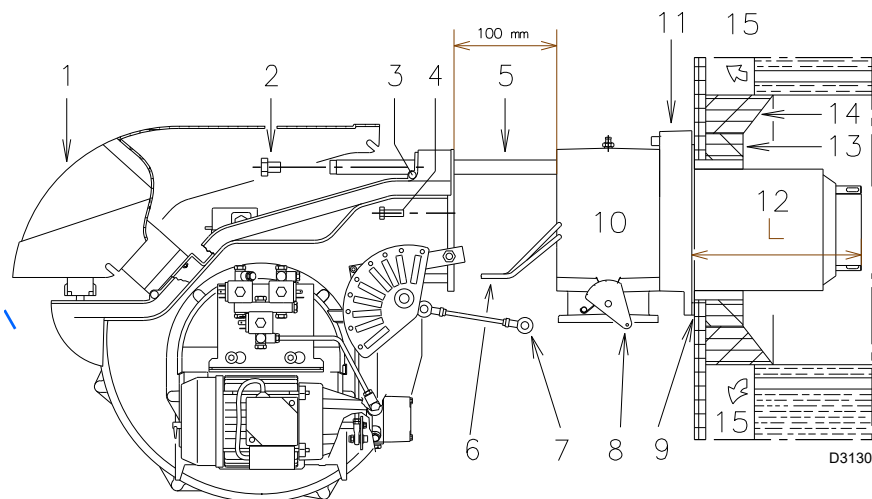
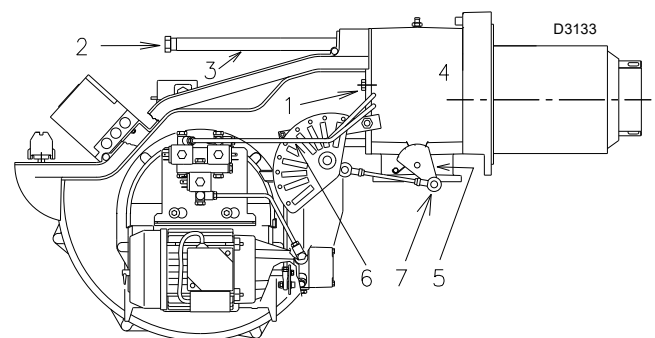

Fig. 14
Fig. 19
Per le caldaie con giro dei fumi anteriore 15)(Fig. 14 a pag. 19), o con camera ad inversione di fiamma, eseguire una protezione in materiale refrattario 13), tra refrattario caldaia 14) e boccaglio 12).
Per le caldaie con il frontale raffreddato ad acqua non è necessario il rivestimento refrattario 13)-14)(Fig. 14 a pag. 19), se non vi è espressa richiesta del costruttore della caldaia.
Separare la testa di combustione dal resto del bruciatore, Fig. 14:
- scollegare i tubi del gasolio svitando i due raccordi (6).
- Sganciare lo snodo (7) dal settore graduato (8).
- Allentare le 4 viti (3) e togliere il cofano (1).
- Togliere le viti (2) dalle due guide (5).
- Togliere le due viti (4) ed arretrare il bruciatore sulle guide (5) per circa 100 mm.
- Disinserire i cavi degli elettrodi e quindi sfilare del tutto il bruciatore dalle guide. Fissare il manicotto con flangia (11)(Fig. 14) alla piastra della caldaia interponendo lo schermo isolante (9)(Fig. 14) dato a corredo.
Rimontare il bruciatore sulle guide 3)(Fig. 19) a circa 100 mm dal manicotto 4)(Fig. 19); vedi bruciatore nella posizione illustrata dalla Fig. 14.
Inserire i cavi degli elettrodi e quindi far scorrere il bruciatore fino al manicotto, bruciatore nella posizione illustrata dalla Fig. 19.
Rimettere le viti 2) sulle guide 3)(Fig. 19).
Fissare il bruciatore al manicotto con le viti 1)(Fig. 19).
Ricollegare i tubi del gasolio avvitando i due raccordi 6)(Fig. 14).
Riagganciare lo snodo 7) al settore graduato 5)(Fig. 19).